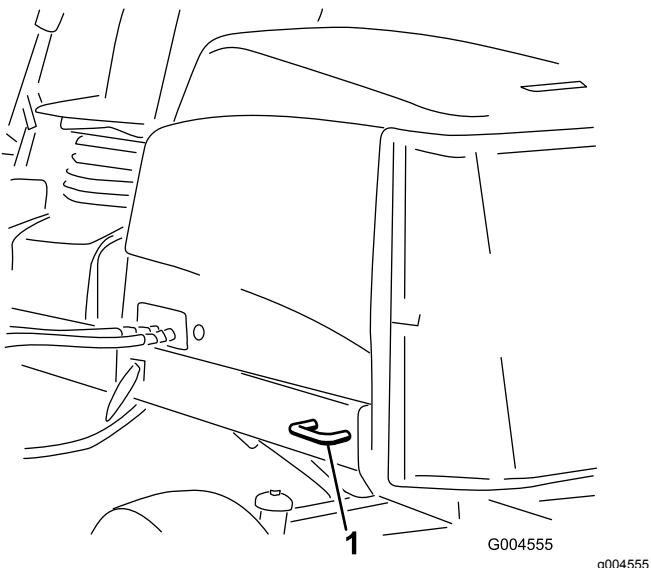

Figura 24
- Parte posteriore della macchina** – Ogni lato della macchina sul telaio posteriore (Figura 24).